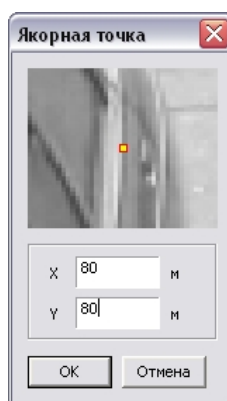

*Рис. 67. Выбор якорных точек*
5. В окне «Якорные точки» требуется установить якорные точки для привязки общей разметки к местности (см. Рис. 67).
Для перехода к следующему этапу настройки требуется нажать кнопку «Далее» (см. Рис. 67).